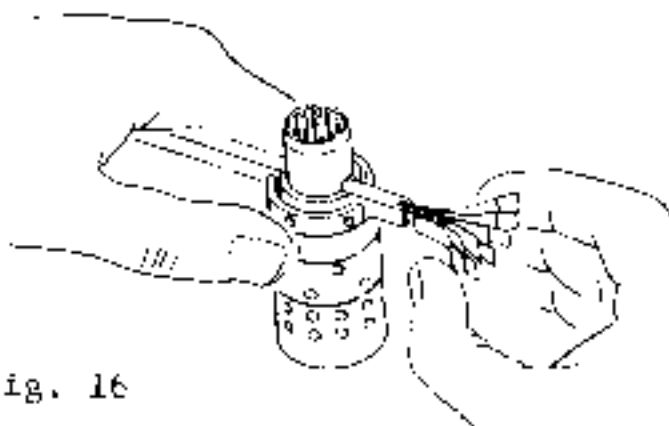
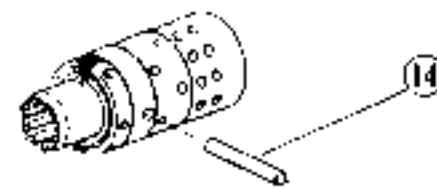

Fig. 16
Fig. 17
6. With the spring grooves aligned, place spool ⑭ and sleeve ⑮ upright on a smooth flat surface, and insert springs ⑯ into the spring grooves in the two parts, using a spring inserting tool #600057. For this, put three each springs ⑯ back-to-back, and pinch them with the tool with the end cutout down. Lifting spool ⑭ slightly in sleeve ⑮ facilitates the process. (Fig. 16)
7. Pinching springs ⑯ with fingers, insert them into the spring grooves in spool ⑭ and sleeve ⑮, while pulling the tool at the same speed.
8. When springs ⑯ are inserted centrally in spool ⑭ and sleeve ⑮, align the springs with the ends of the spool and sleeve.
9. Insert pin ⑰ through the holes in spool ⑭ and sleeve ⑮, and bring the pin ends flush with the outside surface of the sleeve. (Fig. 17)
6. スプール⑭、スリーブ⑮のスプリング溝位置を合わせて平板上に立てる。両部品のスプリング溝にスプリング挿入工具#600057を使ってスプリング⑯をはめる。スプリング⑯は、3枚ずつ背中合せにし、両端の切欠き部が下になるようにして挿入工具にはさむ。この場合、スプール⑭をスリーブ⑮から少し持ち上げた方がやり易い。(Fig. 16)
7. スプリング⑯を指で押さえ、スプール⑭、スリーブ⑮のスプリング溝へ押し込む。挿入工具も一緒の速さで戻していく。
8. スプリング⑯がスプール⑭、スリーブ⑮の中心にはまったところでスプール及びスリーブの端面とスプリングをそろえる。
9. スプール⑭、スリーブ⑮の穴にピン⑰を挿入し、ピンの両端とスリーブの外径を合わせる。(Fig. 17)